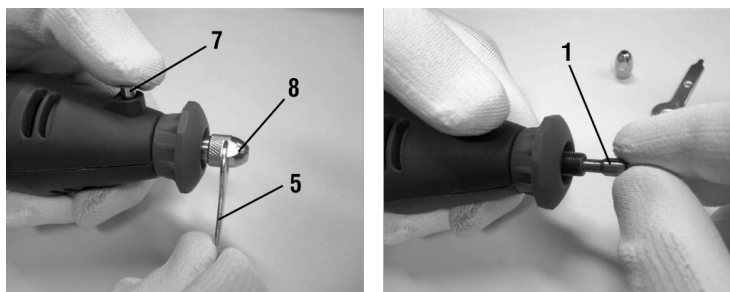

Fig. 2 – Instalação da pinça
1. Pressione a trava do eixo (7) com a chave de boca (5) e desparafuse a porca de fixação (8);
2. Insira a pinça (1) no orifício do eixo;
3. Pressione a trava do eixo (7) e aperte a porca trava (8), fig.2;